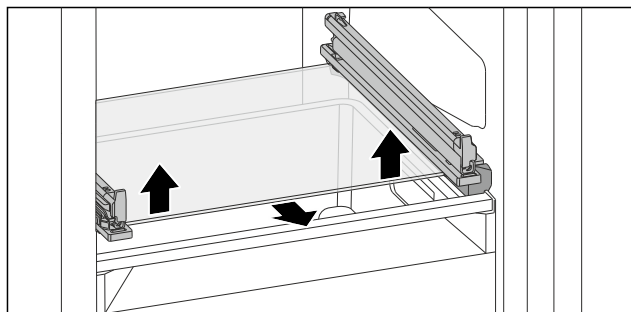

Fig. 104 Tablette en verre du tiroir basculable
- Appuyer des deux côtés sur la tablette en verre de bas en haut. (voir Fig. 104)